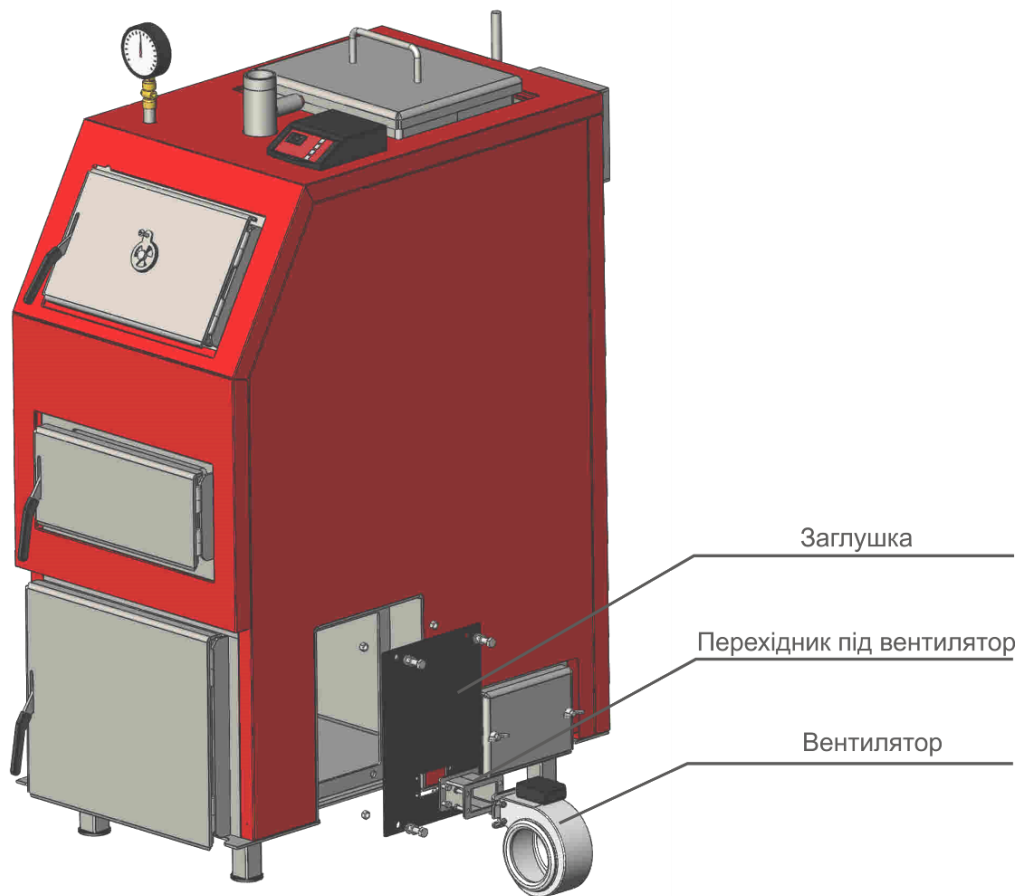

Рис.4. Схема монтажу заглушки з вентилятором на місце пелетного пальника при необхідності ремонту чи сервісному обслуговуванні
При переході на ручний режим роботи необхідно на колосникові труби верхньої камери згорання покласти чавунні решітки (див. рис.4). Завантаження палива відбувається в ручну, через завантажувальний люк. Подача повітря для спалювання палива в верхню камеру згорання відбувається через пелетний пальник.
- Встановити вентилятор з перехідником на заглушку (див. Рис.4).
Схема монтажу заглушки з вентилятором для роботи котла в ручному режимі при демонтованому пелетному пальнику показана на Рис.4.